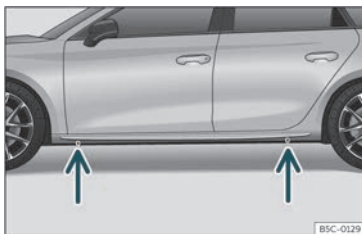

Fig. 42 Puntos de apoio do gato.
- Busque no traveseiro a marca do punto de apoio do gato (área afundida) máis próximo á roda que se vai cambiar >>> fig. 42.